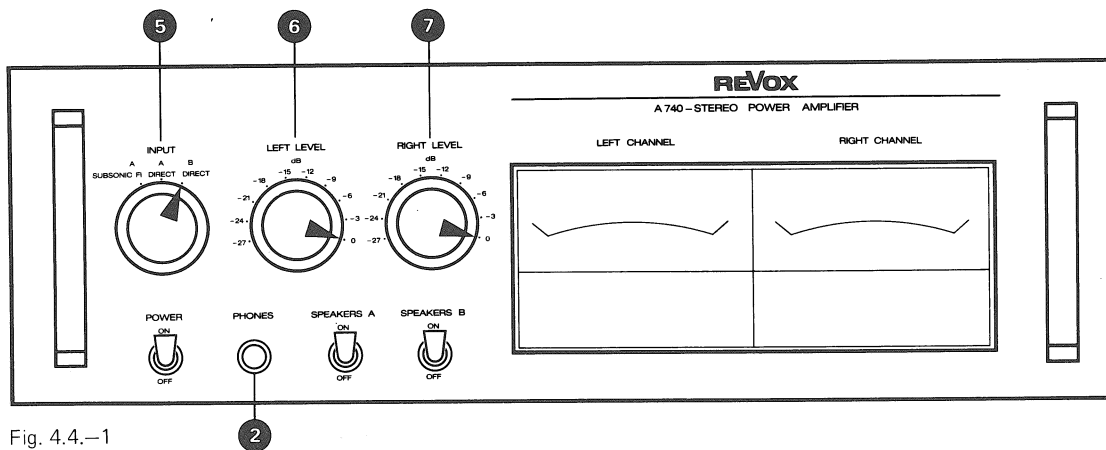

Fig. 4.4.-1
- Bedienungselemente nach Fig. 4.4.-1 einstellen.
- NF-Voltmeter an Ausgang LEFT CHANNEL (18) anschliessen.
- NF-Generator an Eingang LEFT CHANNEL (14) anschliessen.
- Adjust operating controls as per fig. 4.4.-1.
- Connect audio voltmeter to output LEFT CHANNEL (18).
- Connect audio generator to input LEFT CHANNEL (14).
- Organes de commande selon la fig. 4.4.-1.
- Brancher un voltmètre BF à la sortie LEFT CHANNEL (18).
- Brancher un générateur BF à l'entrée LEFT CHANNEL (14).
- Bedienungselemente nach Fig. 4.4.–1 einstellen.